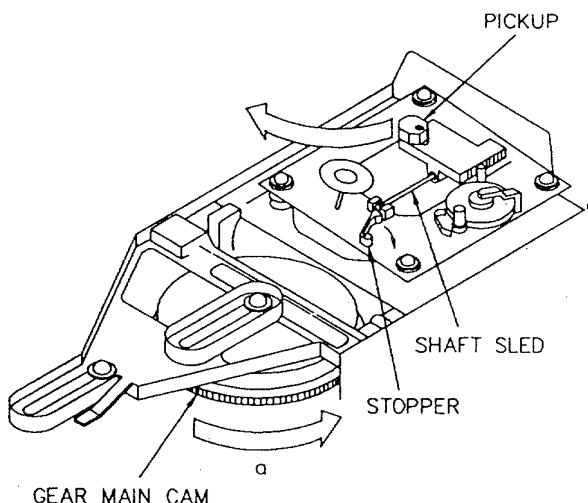

Figure 1
- 2) GEAR MAIN CAMを反時計方向（“a” の方向）に回し、figure 1のようにCD歯を持ち上げる。
- 5) CD歯をfigure 1のように上げて、SHAFT SLEDを取り付ける。
- 2) Turn GEAR MAIN CAM to the counterclockwise (arrow “a”) direction, and lift up CD mechanism. (figure 1)
- 5) Lift up CD mechanism (figure 1), and Reassemble the SHAFT SLED.